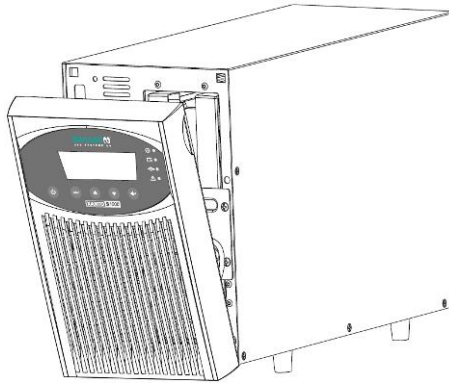

Abbildung 14: Entfernen der Frontblende von der USV-Anlage
1. Frontblende von der USV-Anlage entfernen (siehe Abbildung 14).